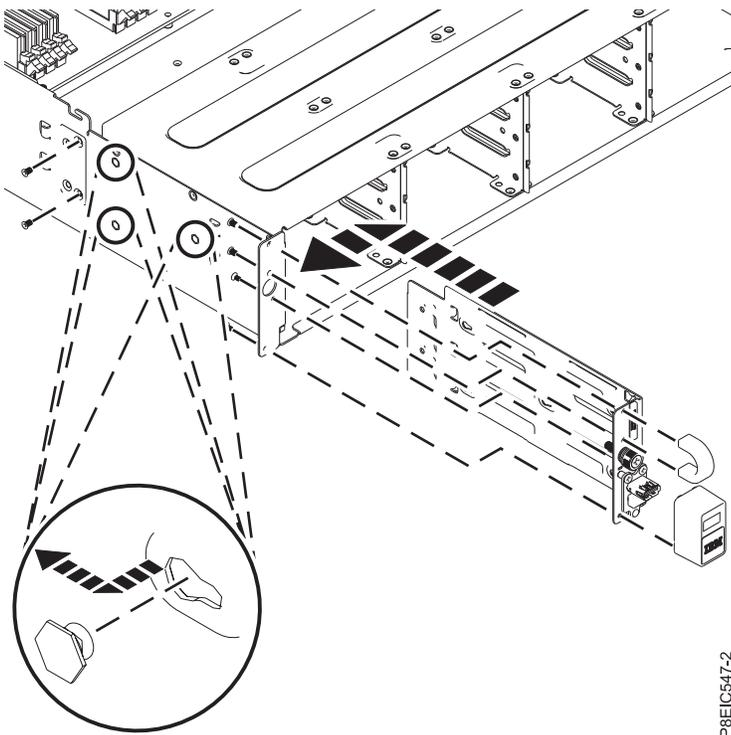

Abbildung 111. USB-Anschluss an der Vorderseite und Kabel austauschen
3. Setzen Sie die USB-Anschluss an der Vorderseite und Kabel in das Chassis ein (siehe Abb. 111).
4. Richten Sie die USB-Baugruppe an den Stiften an der Innenseite des Chassis aus und schieben Sie die USB-Baugruppe anschließend zur Rückseite des Gehäuses, um sie an den Stiften zu befestigen (siehe Abb. 111).
5. Tauschen Sie die zwei Schrauben aus, mit denen die USB-Baugruppe an der Seite des Chassis befestigt ist (siehe Abb. 111).
6. Tauschen Sie die vier Schrauben aus, mit denen die USB-Frontblende und der Griff befestigt sind (siehe Abb. 111 auf Seite 102).